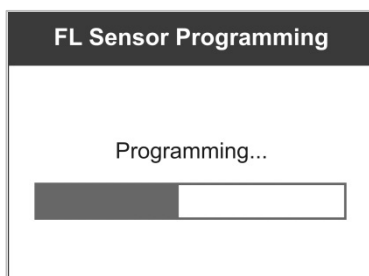
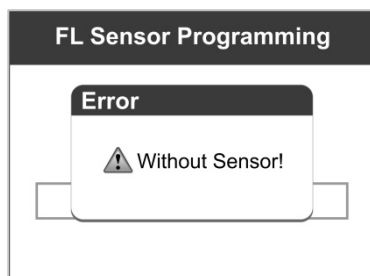

Figure 5.10
Figure 5.11
- 10) Appuyer sur le bouton **Y** pour écrire l'identification de capteur nouvellement créée sur le capteur MX. L'écran s'affiche comme ici (Figure 5.10) ou appuyer sur le bouton **N** pour quitter sans changement. Si un avis d'erreur s'affiche comme ici (Figure 5.11), veuillez essayer un autre type de capteur MX, pour le type de capteur MX inséré qui peut être incorrect.